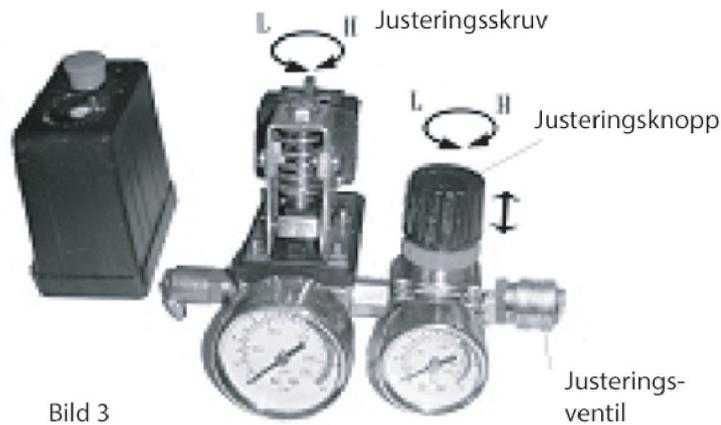

Bild 3
- 1) Kompressorn styrs av en tryckställare under normal drift. Den kan automatiskt stoppas när trycket når det högsta värdet och startas igen när trycket sjunker till det lägsta värdet. Det nominella trycket är inställt på fabriken. Det får inte ändras. Så snart motorn stängs av måste tryckluften i utloppsröret släppas ut genom säkerhetsventilen under brytaren. Detta är ett nödvändigt villkor för återstart, annars skadas motorn. Det nominella trycket kan justeras genom att vrida på ställarens justeringsknopp (bild 3).
- 2) Tryckluftens utloppstryck kan justeras med hjälp av justeringsventilen. Dra upp knoppen på justeringsventilen och vrid den med- eller moturs för att höja eller sänka trycket (bild 3).